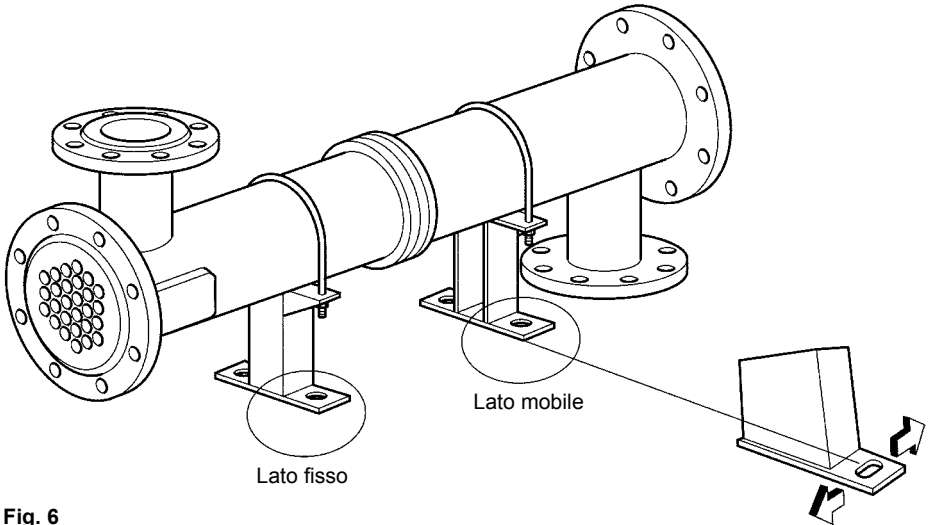

Fig. 6
4.7 Lasciare allentati i bulloni delle selle su un lato dell'unità, per consentire l'espansione libera (Fig. 6)